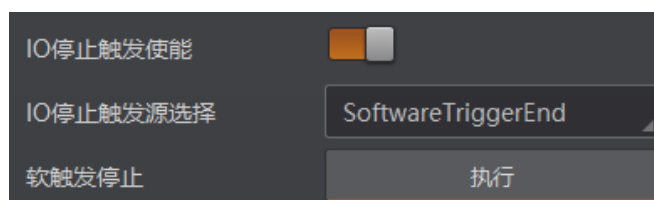

图3-51 I/O 软触发停止
- 当 IO 停止触发源选择 SoftwareTriggerEnd 时，可通过单击“执行”按钮停止触发，如图 3-51 所示。